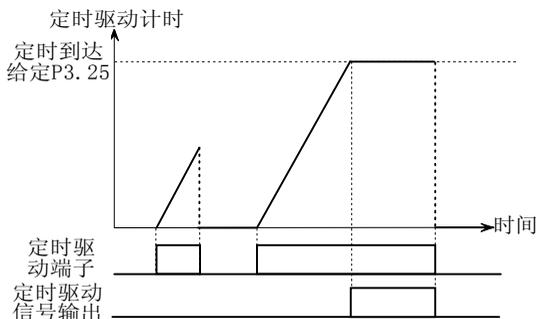

图 5-3-7 定时驱动输入
- ◆ 当计时至定时到达给定的P3.25时停止计时。如图5-3-7所示：